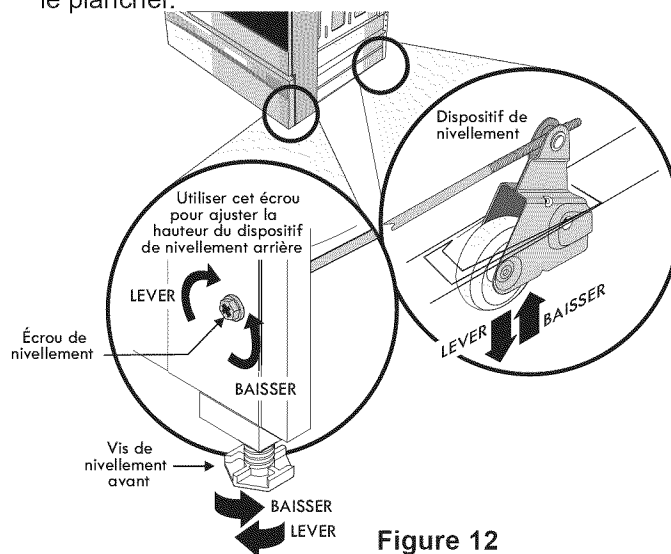

Figure 12
2. Ajustez les pieds de l'appareil, comme décrit plus loin, jusqu'à ce que le dessous de la surface de cuisson s'appuie délicatement sur le dessus du comptoir et soit à niveau (Figure 12).